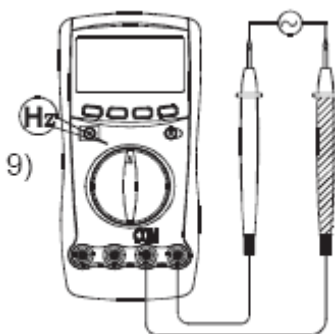

Fig. 9
(vezi fig. 9)
H. MASURARE FACTOR DE UMLERE (vezi fig.9)